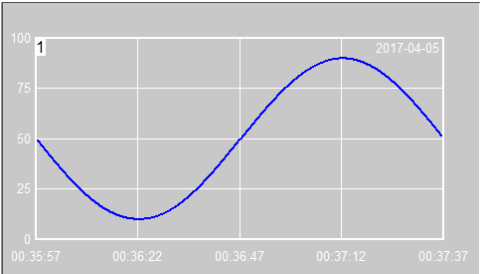

图 4-1 新建工程
- 1、 新建工程，添加历史曲线覆盖整个画面。如图 4-1 所示。